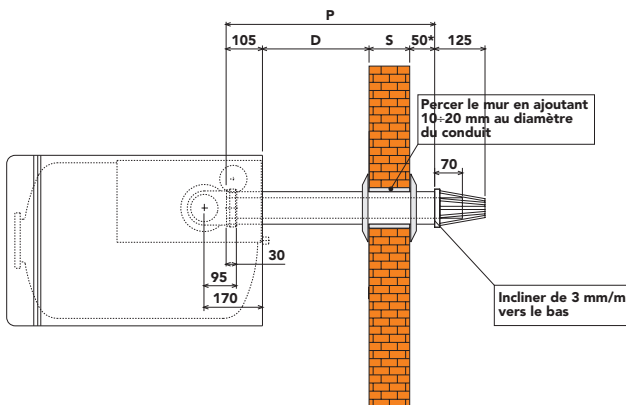

fig. 7a
4. Si nécessaire, couper la partie terminale à la mesure exacte, en considérant que le conduit extérieur devra dépasser du mur de 10 à 60 mm (fig. 7a et 7b). Éliminer les bavures de coupe.